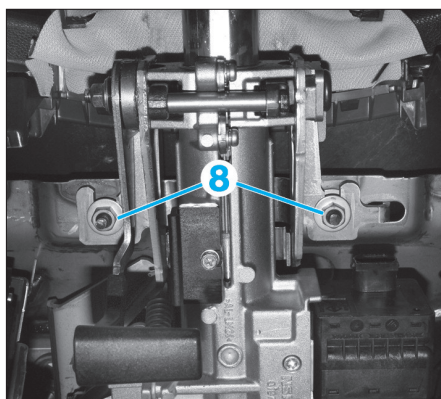

FIG. 7
- Déposer les écrous (8) puis la colonne de direction (Fig.7).